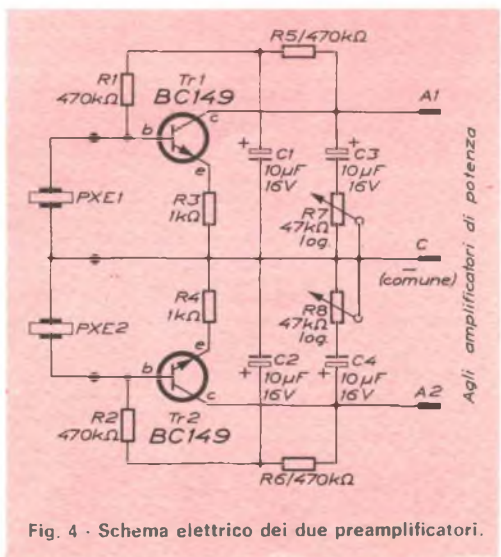

Fig. 4 - Schema elettrico dei due preamplificatori.
**Il preamplificatore** - Lo schema elettrico del preamplificatore è riportato nella *fig. 4*; esso ha un solo stadio amplificatore per ogni canale. I transistori impiegati sono due n-p-n al silicio BC 149, particolarmente adatti per stadi d'ingresso, dato che possiedono una cifra di rumore molto bassa.